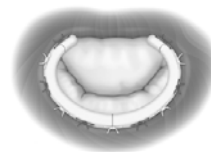

図 9-1: 僧帽弁位
- 5) 弁の評価を行う(図 9-1～9-2)。
- 7) 弁の評価を行う(図 9-1～9-2)。